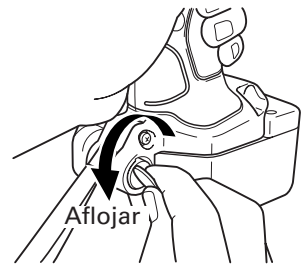

Fig. 6
(2) Cambio de la posición del gancho
- (a) Sujete firmemente la unidad principal y saque el tornillo usando un destornillador de cabeza ranurada o una moneda. (Fig. 6)
- (c) Instale el gancho y el resorte en el otro lateral y asegure firmemente con el tornillo. (Fig. 6)